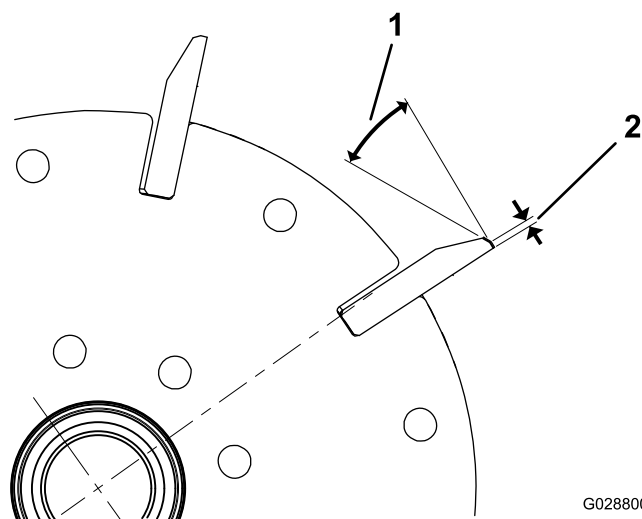
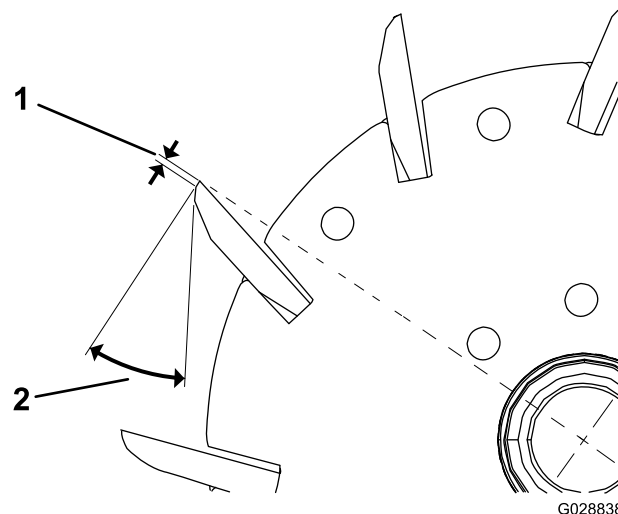

Bild 23
Bild 24
1. Tragen Sie einen Nachschliff von 30 Grad auf alle Messerspindeln auf, bis die Kante 1,3 mm breit ist (Bild 23 und Bild 24).